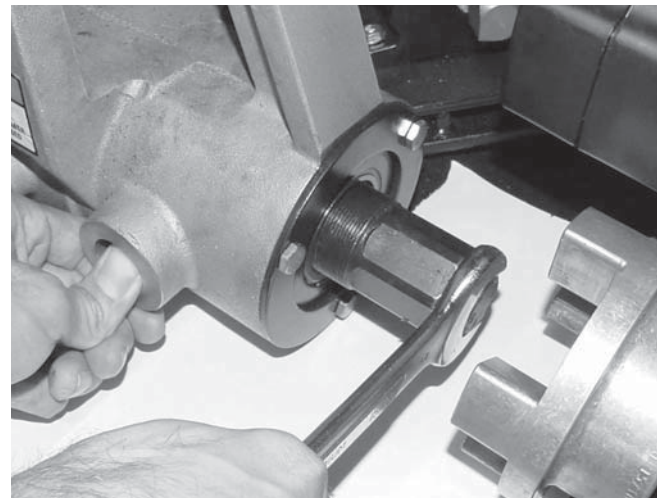

Рисунок 17 – Закрывание замка шпинделя и ослабление затяжного болта
- Когда зажим шпинделя закрыт, ключом 15/16” ослабьте затяжной болт (рисунок 17).